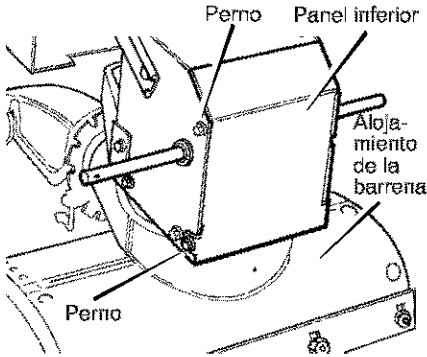

Figura 73
3. Afloje los **pernos** a cada lado del **panel inferior** (Figura 73).